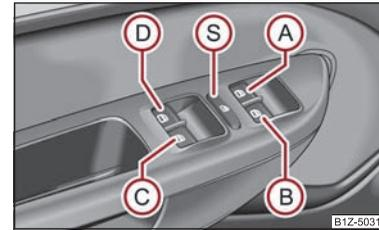

Fig. 33 Touches dans la portière du conducteur
Les touches des vitres se trouvent dans l'accoudoir de la porte du conducteur ⇒ fig. 33, porte côté passager AV et dans les portes AR* ⇒ page 48.
Vous pouvez neutraliser les touches pour les lève-vitres dans les portes arrière en appuyant sur la touche de sécurité Ⓔ ⇒ page 47, fig. 33. Vous pouvez réactiver les touches pour les lève-vitres dans les portes arrière en réappuyant sur la touche de sécurité Ⓔ.
- Si des enfants sont assis sur les sièges arrière, nous vous recommandons de neutraliser les lève-vitres électriques des portières arrière (touche de sécurité) Ⓔ ⇒ page 47, fig. 33.